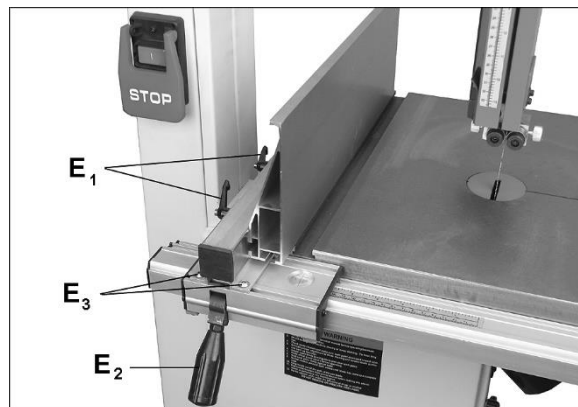

Рис. 18
6. Сдвиньте упор к пазу стола (Рис. 18) и нажмите на ручку (E₂), чтобы зафиксировать положение. Упор по всей своей длине должен быть строго параллельно пазу стола.
7. Если требуется настройка, ослабьте четыре винта (E₃, Рис. 18) и сдвиньте корпус, чтобы выровнять его параллельно пазу стола.